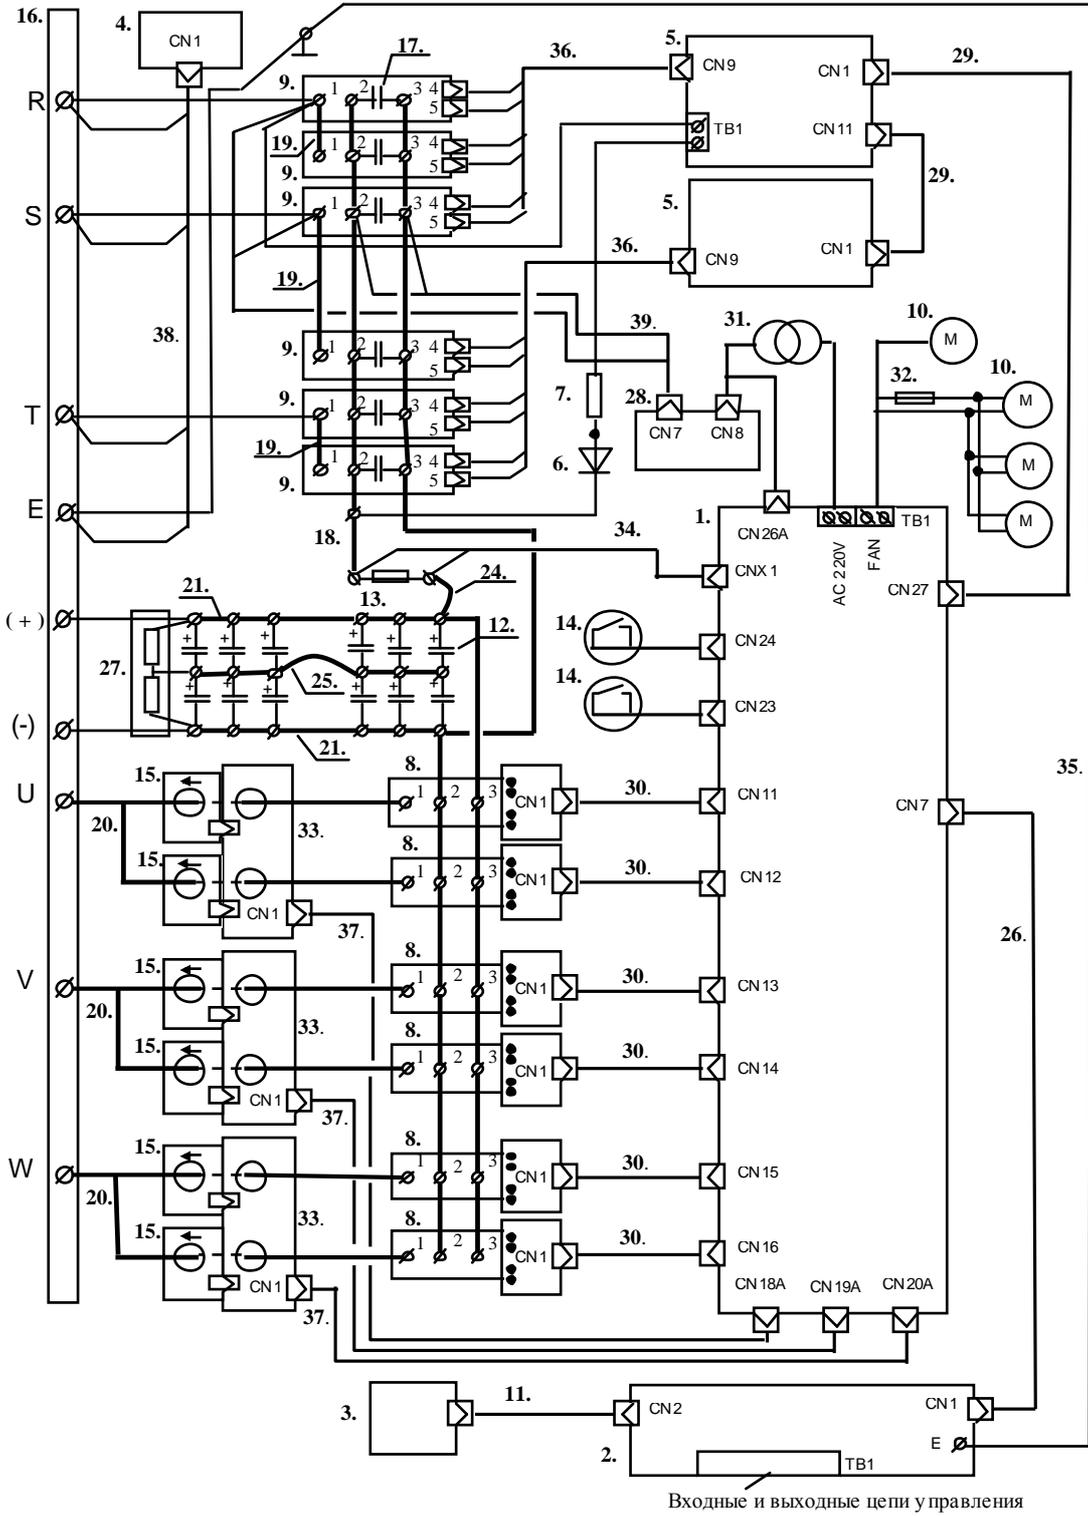

Рис. 4.2 Блок-схема преобразователя частоты EI-7011-125Н, -150Н.
4.4.1. Фотографии сменных узлов, входящих в состав преобразователей частоты EI-7011-125H, -150H, приведены в табл. 4.1. (порядковые номера соответствуют рис. 4.2).